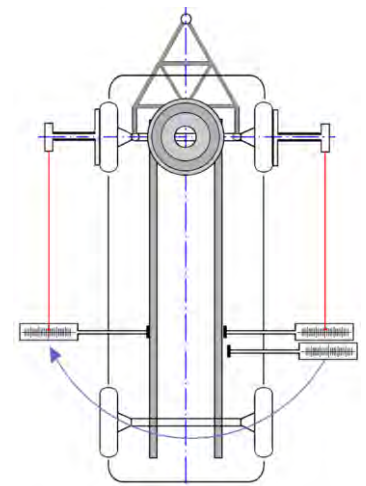

Abb. 13
- Eine Magnetskala auf einer Seite am Fahrzeugrahmen anbringen. (Abb.13)